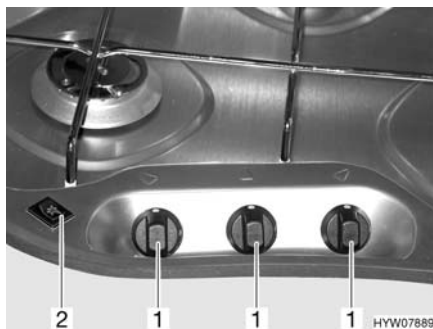

Fig. 105 Elementi di comando del fornello a gas
- ▷ Nei fornelli a gas senza accensione elettronica, non è presente il rispettivo interruttore a bilico (Fig. 105,2).
- Ruotare il pomello girevole (Fig. 105,1) dell'impianto a fiamma libera desiderato in posizione accesa (fiamma alta).
- Accensione elettronica: Premere l'interruttore a bilico (Fig. 105,2). Sul bruciatore vengono prodotte scintille.